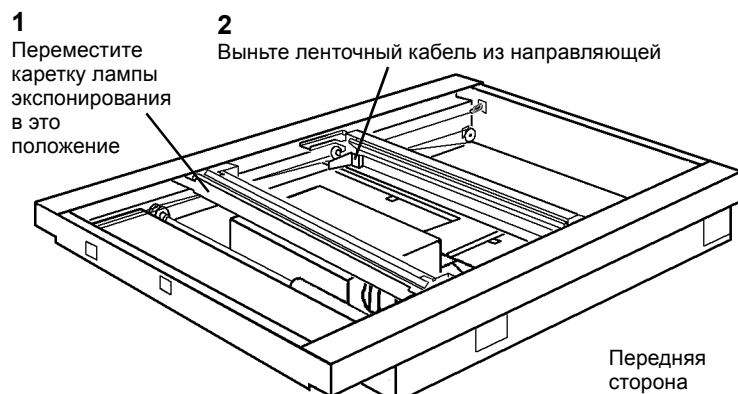

Рисунок 1 Подготовка к снятию каретки лампы экспонирования
5. Подготовьтесь к снятию каретки лампы экспонирования (Рисунок 1).